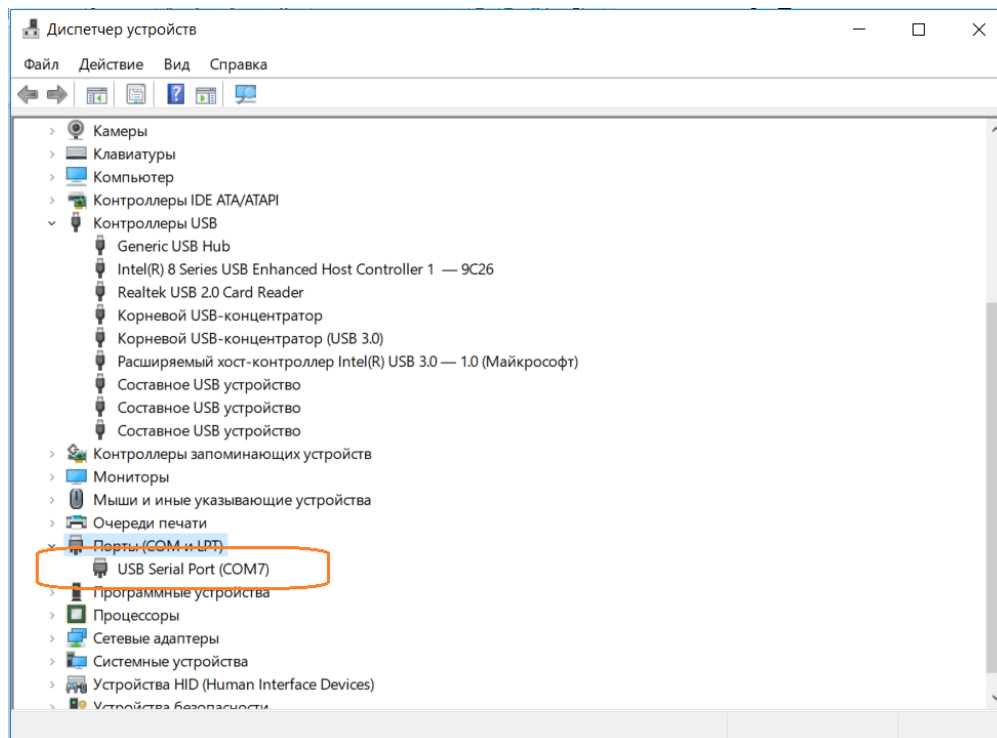

Рисунок 4 – Настройка подключения по USB
3.1.3. Откройте **Диспетчер устройств Windows**. Убедитесь, что в перечне COM-портов появился USB Serial Port, как показано на рис. 4.